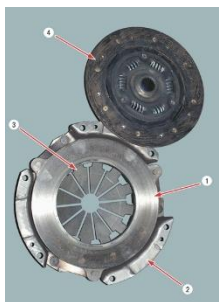

Рис. 2. Сцепление в разобранном виде: 1—нажимной диск; 2—кожух сцепления; 3—диафрагменная пружина; 4—ведомый диск
2. Установите оправку в отверстие ступицы ведомого диска 4 (рис.2).
Задняя передача, то есть вращение вторичного вала коробки передач в другую сторону, обеспечивается дополнительным, четвертым валом с шестерней заднего хода. Дополнительный вал необходим для того, чтобы получилось нечетное число пар шестерен, тогда крутящий момент меняет свое направление (рис. 2).